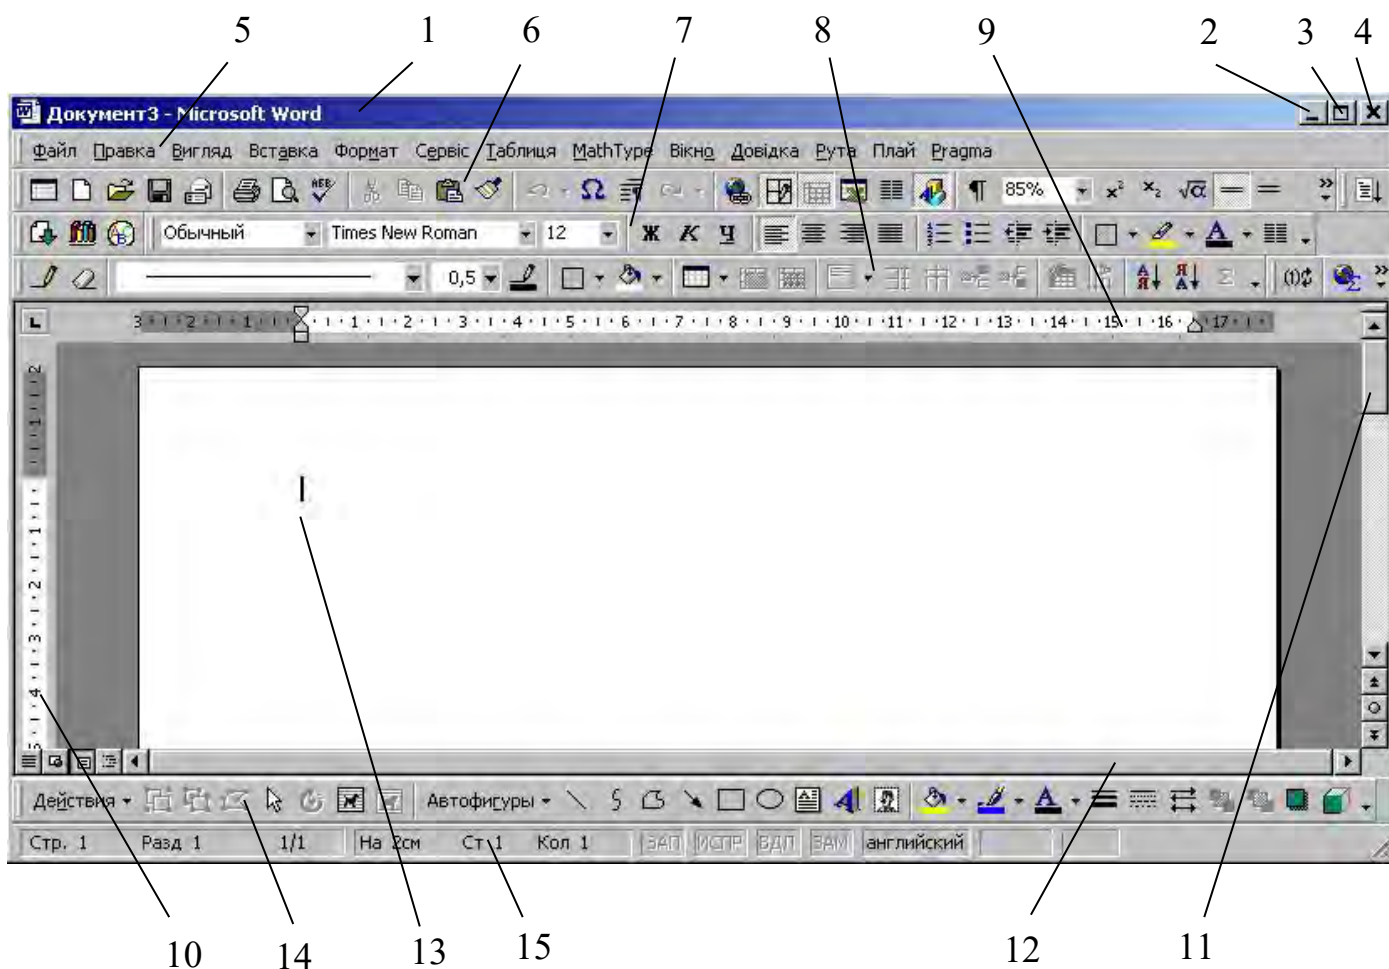

Рис. 1.1. Вікно програми Word 2000
1.1. Вікно програми (Рис. 1.1).